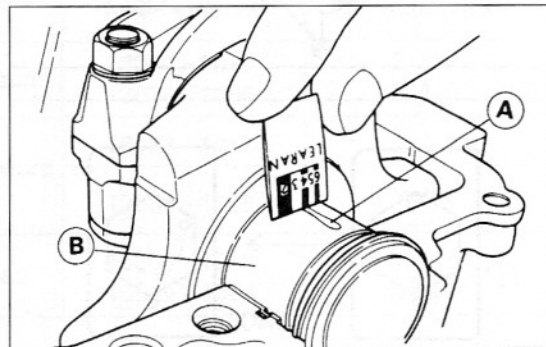

Bild 243
- 📏 Mit Plastigage-Skala Breite des Mess-Streifens bestimmen und so Lagerspiel feststellen (Bild 243). Sollmass 0,014 – 0,038 mm; Verschleissgrenze 0,07 mm.